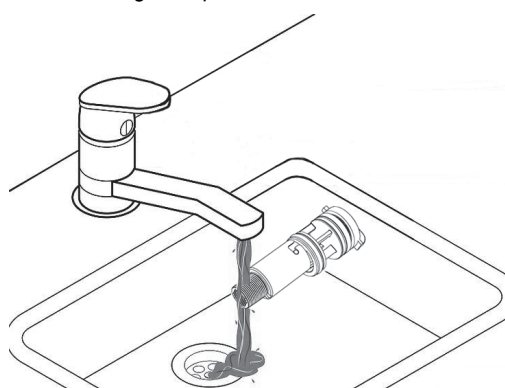
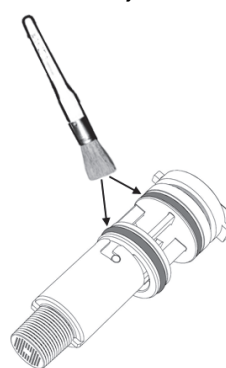

fig. 49
fig. 50
- Ahora es posible limpiar el caudalímetro (fig. 49 y fig. 50) o sustituir los componentes.